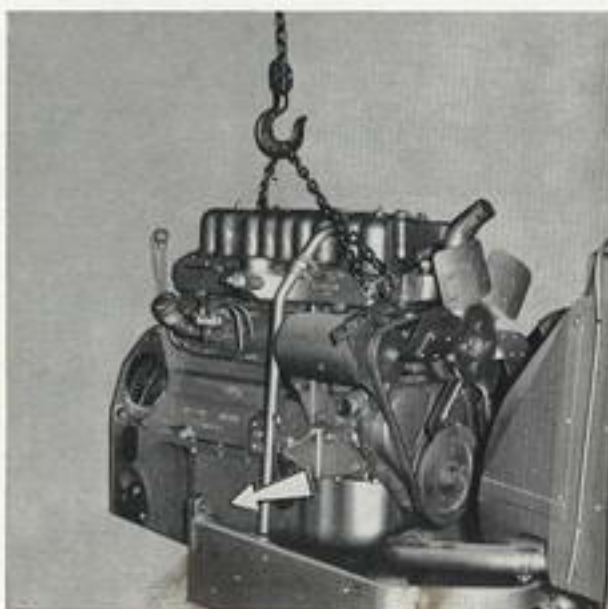

Fig. 24
- Présenter le moteur entre les longerons et aligner les trous des vis d'assemblage. Pour maintenir ces trous alignés, monter provisoirement une broche ou une vis dans le trou indiqué par une flèche sur la figure 24.